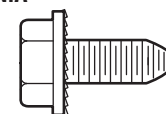

FIGURA 1
- Taladre los orificios de sujeción de 5 mm (3/16 de pulg.) Fije la ménsula de la puerta con dos tornillos autorroscantes. (Figura 1)